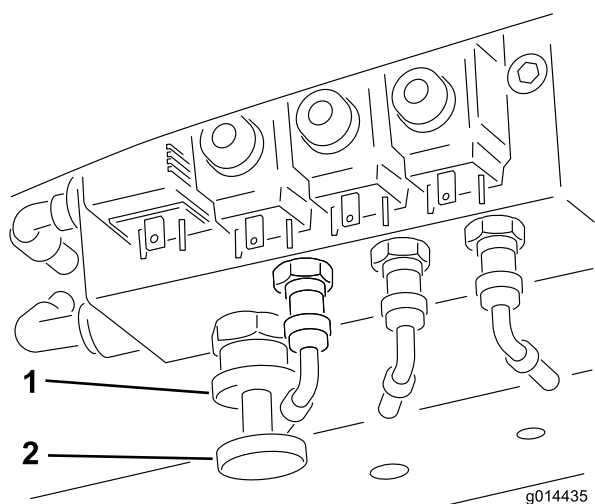

Figure 42
Pour engager le transfert de poids : L'ampleur du transfert de poids peut être réglée en fonction des conditions d'utilisation, en faisant tourner la roue de transfert de poids (Figure 42) comme suit :
1. Desserrez l'écrou de verrouillage de la vanne de 1/2 tour dans le sens antihoraire et maintenez-le (Figure 42).
2. Faites tourner la roue de la vanne (Figure 42).